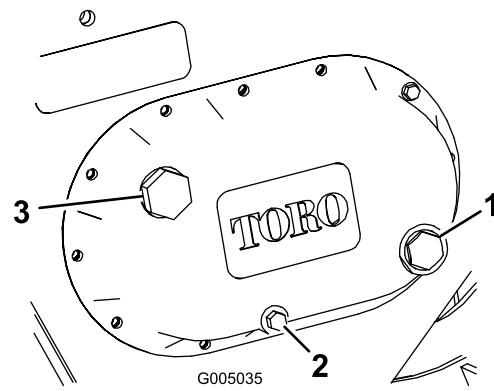

Figura 15
4. Retire el tapón de vaciado (Figura 15), dejando que el aceite se drene al recipiente.
6. Retire el tapón de llenado (Figura 15) y llene la caja con lubricante para engranajes hasta que llegue al punto rojo de la mirilla.
3. Compruebe la mirilla de vidrio transparente situada en el costado de la caja de engranajes (Figura 15).
4. Si el nivel del lubricante para engranajes es bajo, retire el tapón de llenado (Figura 15) y